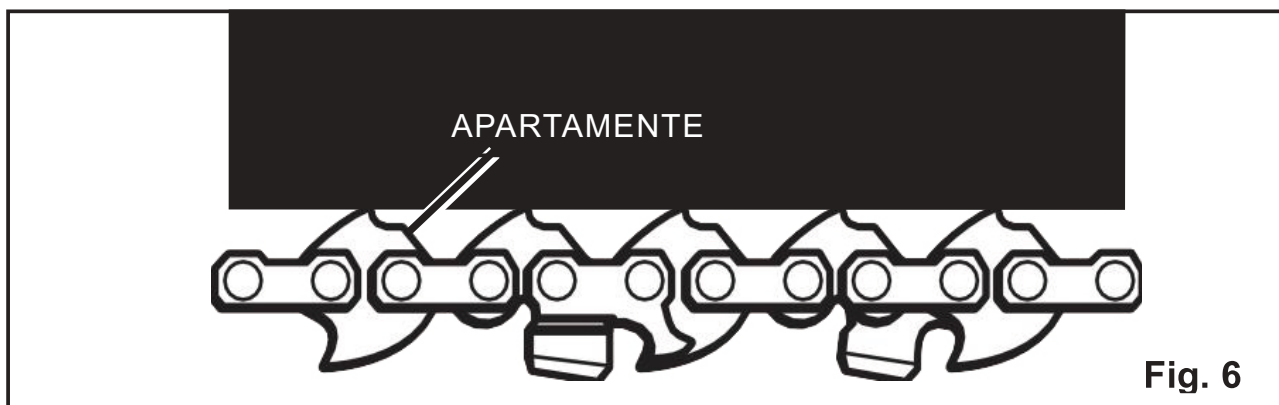

Fig. 6
- Lanțul trebuie retensionat ori de câte ori părțile plate ale verigilor de antrenare ies din canelura barei, așa cum se arată în Fig. 6.